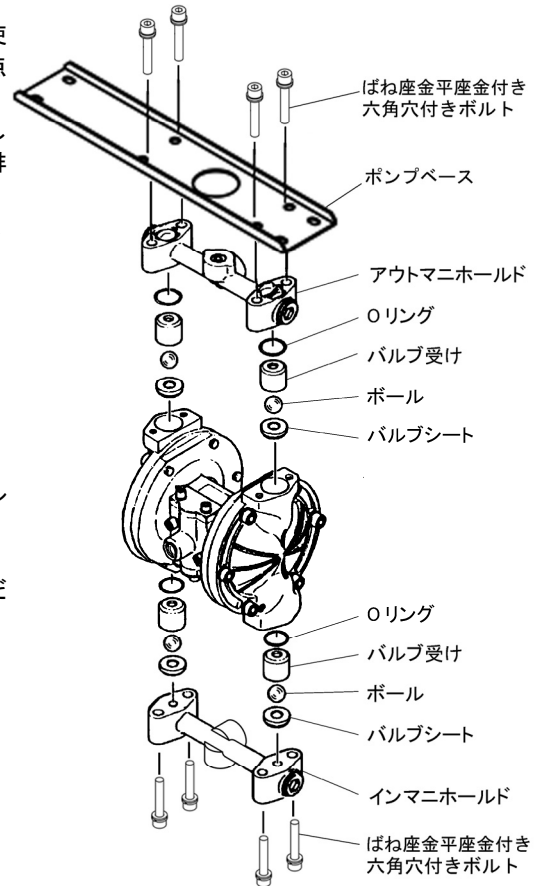

Fig.6.1
6.1.1 取り外し (Fig.6.1)
- ・組立は Fig.6.1 を参照し、分解時と逆の作業を行ってください。